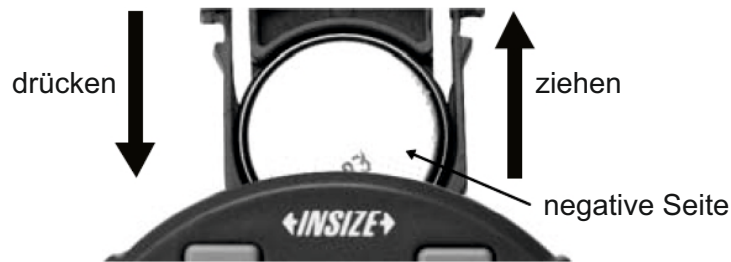

Abb. 1
1. Einsetzen und Entfernen der Batterie (Cr2032), die negative Seite der Batterie sollte nach außen zeigen (Abb. 1).